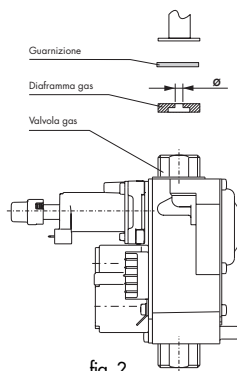

fig. 2
- inserire il diaframma gas (fig. 2)